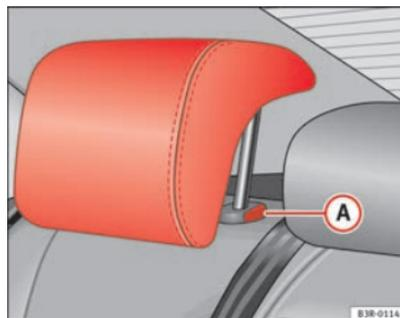

Fig. 112 Lugares laterais do banco traseiro: Encostos de cabeça
- Prima o botão **A** ⇒ página 145, fig. 112 e desça o encosto de cabeça.
- Prima o botão **A** ⇒ página 145, fig. 112 e, ao mesmo tempo, retire o encosto de cabeça.